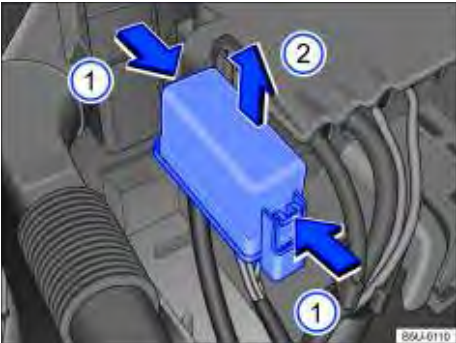

Fig. 166 No compartimento do motor: cobertura da caixa de fusíveis.
- Pressionar as travas no sentido da seta ⇒ **Fig. 166** ①, para desbloquear a cobertura da caixa de fusíveis.
- Remover a cobertura por cima, no sentido da seta ②.
- Para a **instalação**, colocar a cobertura sobre a caixa de fusíveis. Pressionar a cobertura para baixo, no sentido contrário da seta ②, até que trave de forma audível.